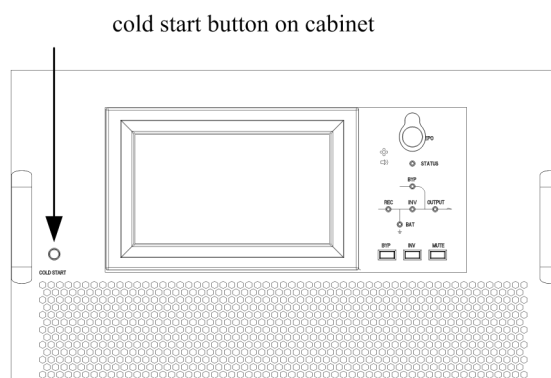

Рисунок 5-1. Расположение кнопки холодного пуска аккумулятора
3. Нажмите красную холодного пуска аккумулятора (см. рисунок 5-1). Система начнет получать питание от аккумулятора.